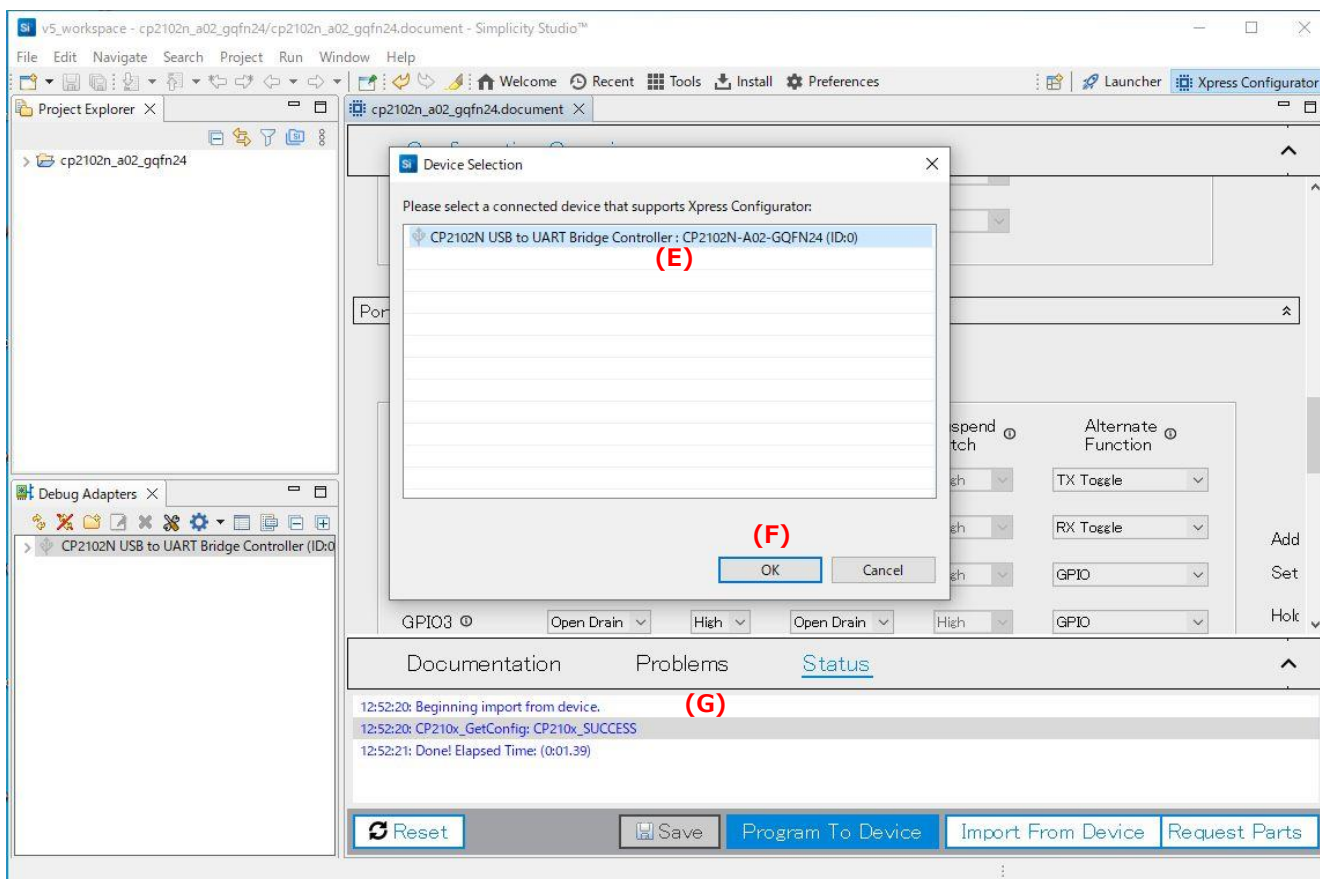

図 2-2
- ⑤ [Program To Device]ボタンを押す(D)と、図 2-2 の様に、Device Selection ウィンドウが表示されるので、そこに表示されたデバイスを選択(E)して[OK]ボタンを押します(F)。